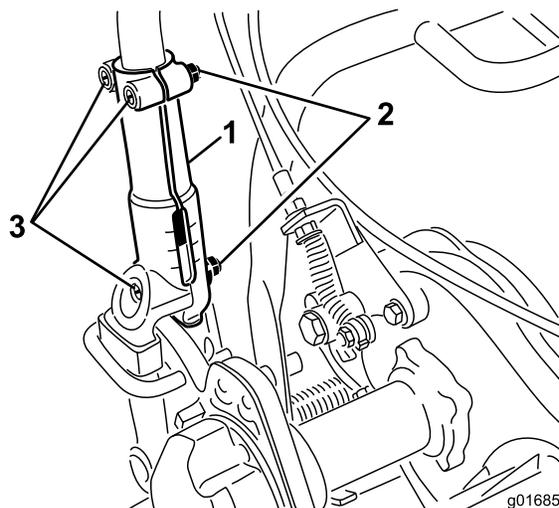

Figura 27
1. Solte os 3 os parafusos e as porcas da carroçaria que fixam cada um dos lados do manípulo nas pegas da barra de ligação (Figura 27).